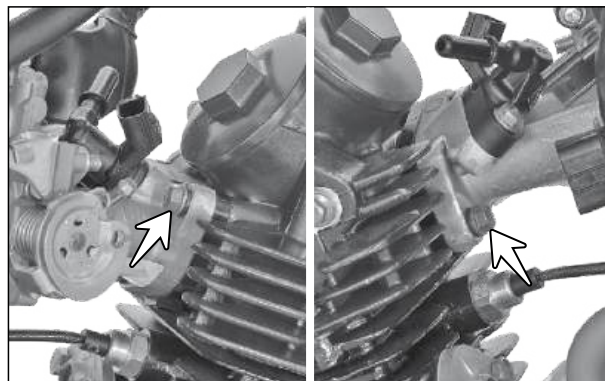

Fig. 3.28
- Remova os parafusos M6x30 (setas) de fixação do corpo do acelerador com a admissão do cabeçote. (Fig. 3.28)